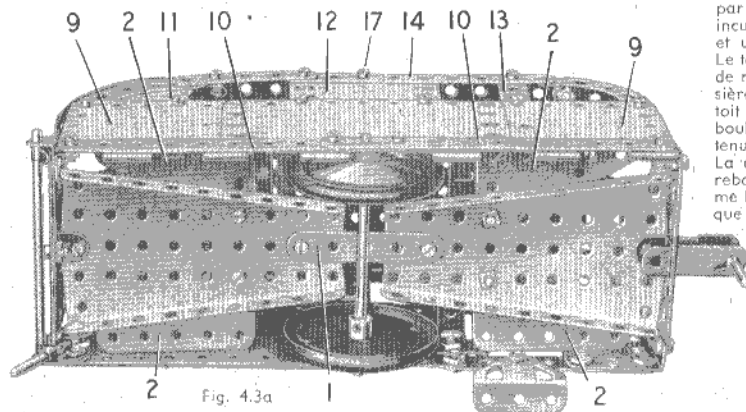

Fig. 4.3a
Deux plaques flexibles triangulaires de 6x4 cm. (2) sont boulonnées sur chaque plaque-secteur. Le côté du modèle qui apparaît sur la vue générale est constitué par une plaque flexible de 14x6 cm. et une de 11,5x6 cm. qui se recouvrent sur 7 trous, ainsi que par une plaque flexible de 6x4 cm. Les plaques sont boulonnées sur deux bandes de 11 trous (3) qui se recouvrent sur trois trous. Le bord supérieur de ce côté est constitué par une bande de 11 trous (4) prolongée par une bande de 5 trous qui la recouvre sur trois trous; la bande ainsi obtenue est reliée aux plaques flexibles de chaque extrémité par une bande incurvée épaulée. Les châssis des fenêtres sont constitués par une bande de 5 trous (5), une bande coudée de 60x12 mm. (6), une plaque à rebords de 38x63 mm. (7) et une plaque semi-circulaire (8). Sur un côté de la porte, une rampe est formée d'une tringle de 5 cm. tenue dans des raccords de tringle et bande à angle droit. Le côté qui apparaît sur la figure 4.3a est constitué par les deux moitiés (9) d'une plaque à charnières boulonnées sur une plaque flexible de 11,5x6 cm. et sur deux bandes de 11 trous (10) qui se recouvrent sur trois trous. Les châssis des fenêtres sont constitués par une plaque semi-circulaire (11), une plaque flexible de 6x6 cm. (12) et une bande coudée de 60x12 mm. (13). Le rebord supérieur du toit est une bande (14) composée d'une bande de 11 trous et d'une de 5 trous qui se recouvrent sur trois trous; les extrémités sont des bandes incurvées épaulées. Les côtés sont réunis à chaque extrémité par une bande de 7 trous (15) fixée sur des équerres. Une extrémité consiste en une plaque flexible de 6x6 cm. et une de 6x4 cm. et l'autre en deux plaques flexibles de 6x6 cm. Les fenêtres des extrémités incurvées sont formées par des bandes cintrées à glissières boulonnées sur les plaques flexibles; chaque bande cintrée est prolongée par une bande de 5 trous boulonnée sur une bande de 11 trous (16). Les bandes (16) sont
La carrosserie est fixée sur les plaques-secteur à rebords par une équerre et un support double comme le montre la figure 4.3a. Le dispositif de remorque est une chape munie d'une tringle de 5 cm. qui sert également de support à une des extrémités de la caravane. A l'autre extrémité, le support est une tringle de 2,5 cm. tenue dans un raccord de tringle et bande boulonné par contre-écrous sur l'une des plaques-secteur à rebords.